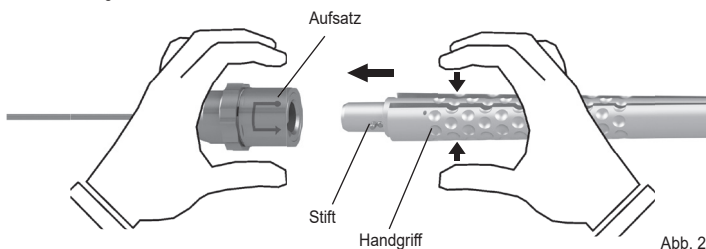

Abb. 2
- Fassen Sie den Aufsatz und den Handgriff wie in der Abbildung (Abb. 2). Den Griff dabei nicht zusammendrücken. Der Stift am Handgriff zeigt dabei auf den Pfeil am Aufsatz.